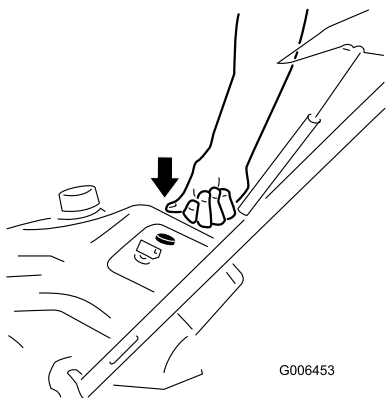

Figura 15
3. Apriete el cebador 3 veces con el dedo pulgar, presionando con fuerza, y manteniendo la presión durante un segundo antes de soltarlo (Figura 15).